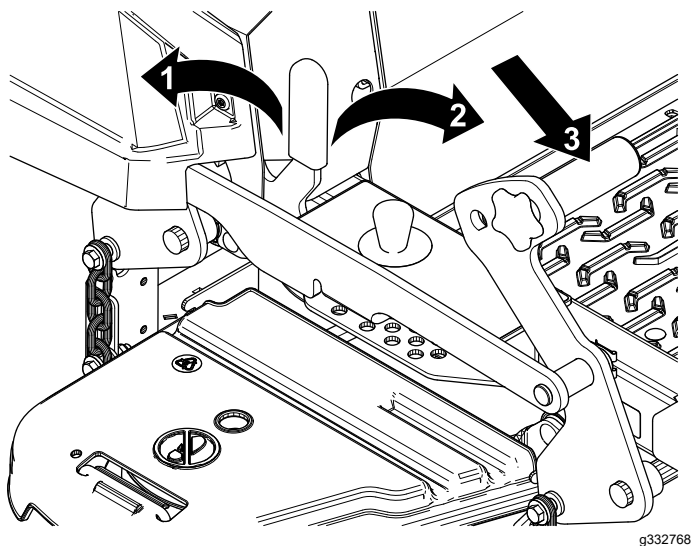

Figura 1
7. Empurre o pedal de elevação da plataforma totalmente para a frente para bloquear a plataforma do cortador na posição TRANSPORT (transporte) (Figura 1).